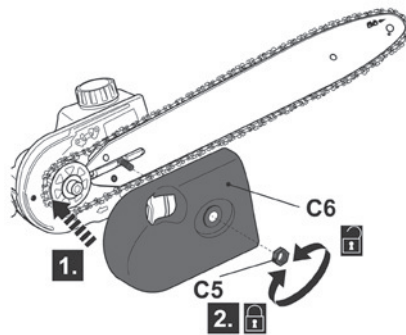

Fig. 17
- > Coloque de nuevo la cubierta (C6) y asegúrela con la tuerca de retención (C5) (Fig. 17).